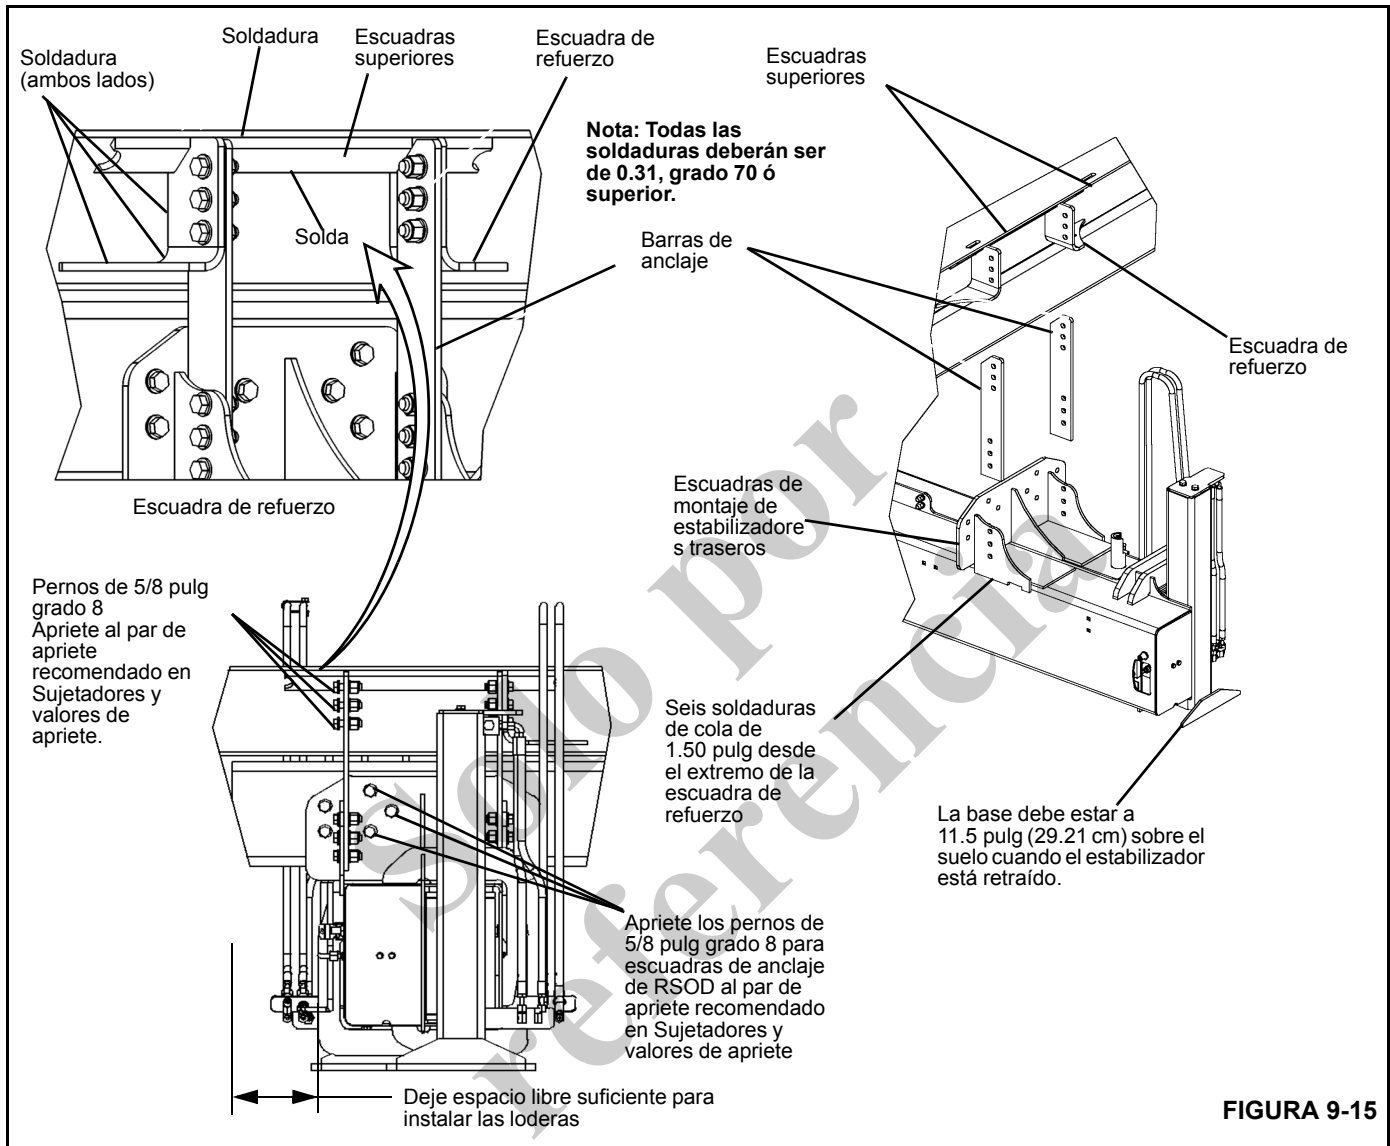

FIGURA 9-15
1. Coloque los estabilizadores traseros en el chasis del camión de modo que haya una distancia de aproximadamente 12 pulg (30.4 cm) entre el neumático trasero y la parte delantera del estabilizador trasero (Figura 9-15). Esto da espacio suficiente para instalar las loderas.